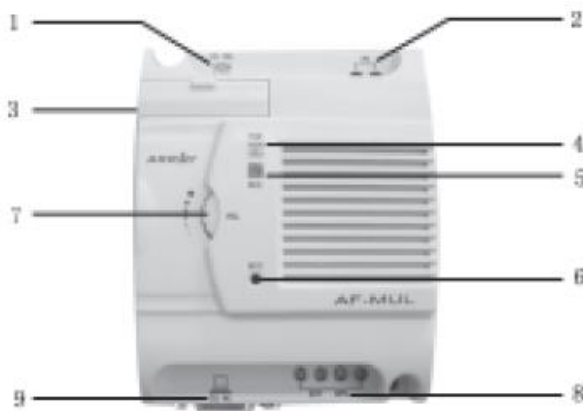

Рис. 6.1 Вид речевого модуля AF-MUL
5. Замкните на одну секунду ключ k3. На AF-MUL загорится индикатор красного цвета, показывающий режим записи (рис. 6.1, поз. 5). Произнесите сообщение: "Пожалуйста, введите пароль" в микрофон MIC (рис.6.1, поз 6).
7. Замкните ключ k3 на одну секунду. Зажжется индикатор красного цвета, показывающий режим записи (рис. 6.1, поз. 5).
8. Произнесите ваше сообщение: "Пароль правильный. Пожалуйста, введите команду управления" в микрофон МИС (рис.6.1, поз 6).